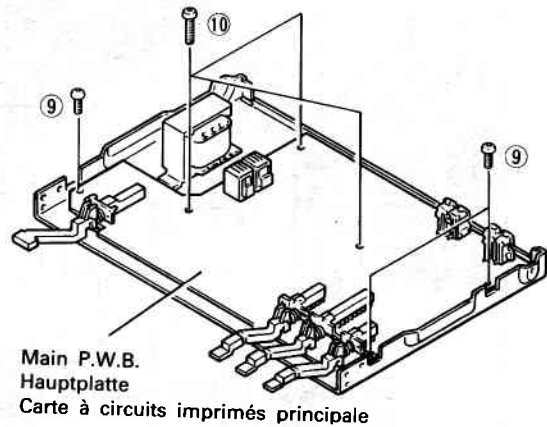

Fig. 5 Abb. 5
### 7. Main P.W.B. (Fig. 5)
### 7. Hauptplatte (Abb. 5)
**7. Carte à circuits imprimés principale (Fig. 5)**